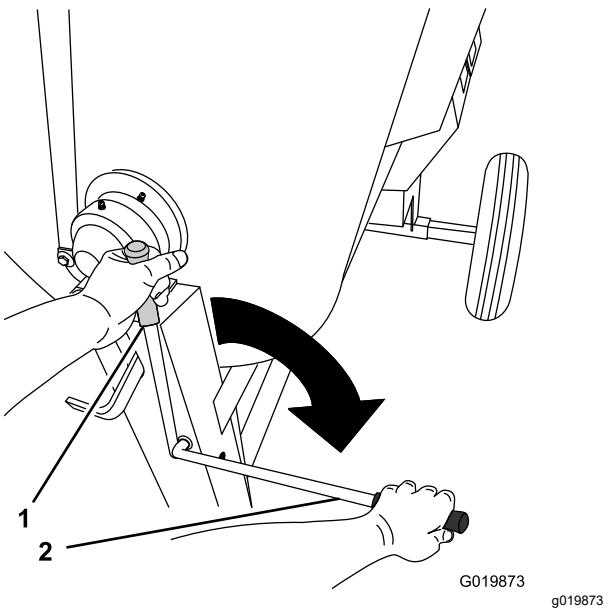

Figure 31
2. Placez le levier de débrayage à la position DÉBRAYÉE (Figure 31).
5. Placez le levier de débrayage à la position EMBRAYÉE (Figure 31).